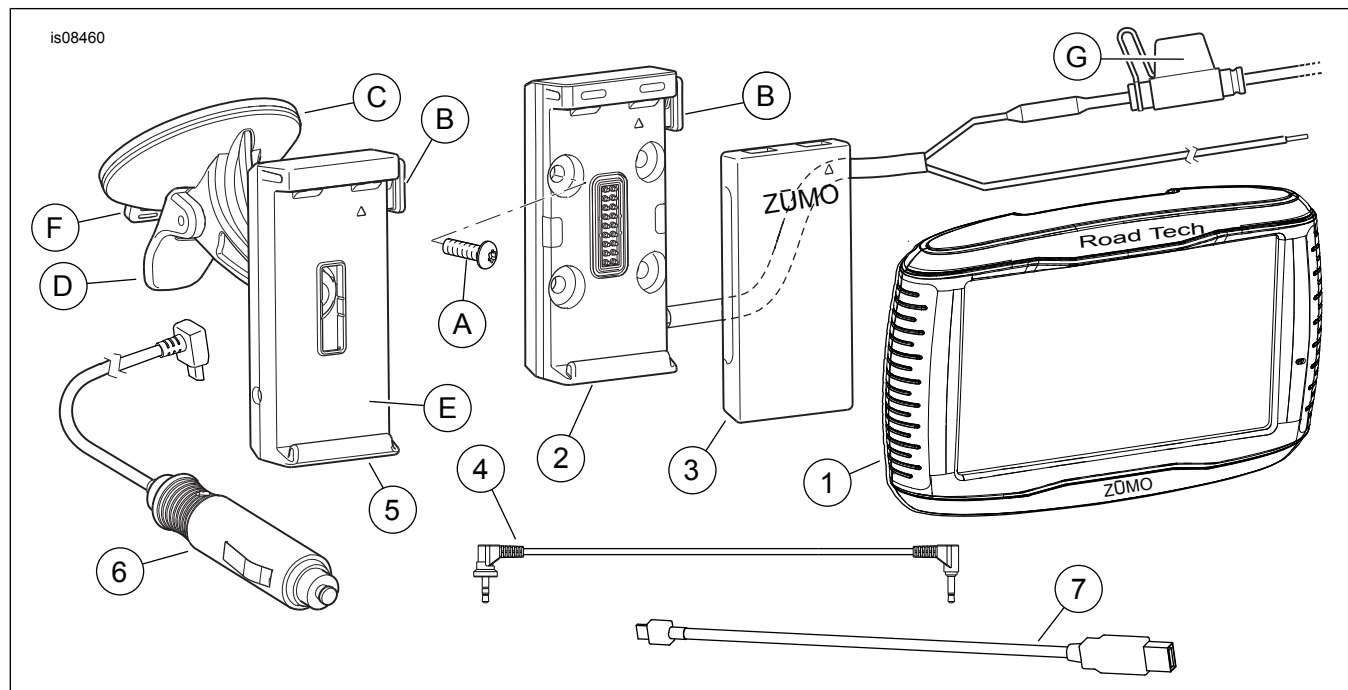

Figure 1. Pièces de rechange, Kit Road Tech Zumo 590 GPS
Voir Figure 1 et Tableau 1.
Voir Figure 1. Le support berceau (2) nécessaire pour l'installation sur la moto se trouve dans **CE KIT-CI**.
1. Voir Figure 1 . Nettoyer soigneusement la surface intérieure du pare-brise. Nettoyer soigneusement la ventouse (C). Laisser les deux surfaces sécher à l'air libre avant d'installer le support à ventouse.
1. Voir Figure 1 . Prendre l'unité Road Tech Zumo (1) dans le kit. Installer la batterie si nécessaire (voir **Installation moto**).
3. Pour retirer l'appareil du berceau, pousser sur le bouton (B) sur le côté du berceau et incliner l'appareil vers l'avant.